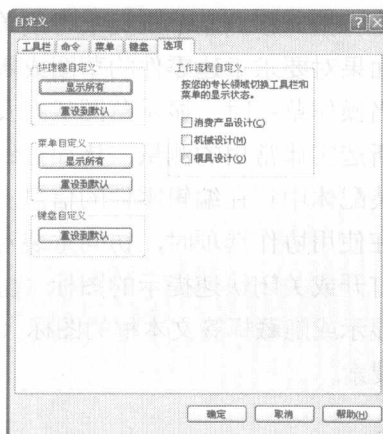

图1-15 【选项】选项卡
(1) 在菜单栏单击【工具】|【自定义】选项,或右击窗口边框,然后从打开的快捷菜单中单击【自定义】选项,打开【自定义】对话框。
(2) 单击【选项】标签,切换到如图1-15所示的【选项】选项卡。